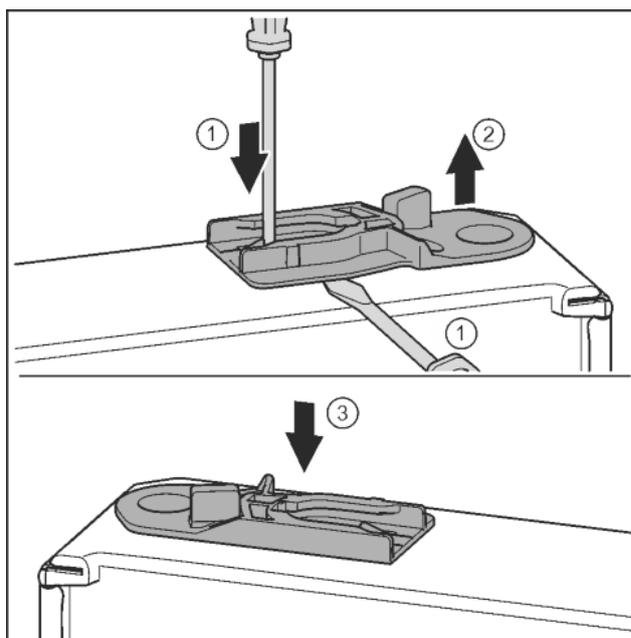

*Fig. 31*
- ▶ Зніміть кришку та встановіть її з іншого боку. *Fig. 31 (1)*
- ▶ Встановіть опорний кронштейн з іншого боку і закріпіть гвинтами за допомогою викрутки T25. Почніть із гвинта 2 знизу посередині. *Fig. 31 (2)*
- ▶ Закрутіть гвинти 3 та 4. *Fig. 31 (3, 4)*
- ▶ Поверніть з'єднувальний елемент демпфера на 180°. Пригвинтіть з іншого боку опорного кронштейна за допомогою викрутки T25. *Fig. 31 (5)*
- ▶ Вставте цілком опорний гвинт. При цьому виступ фіксатора повинен бути спрямований назад. *Fig. 31 (6)*